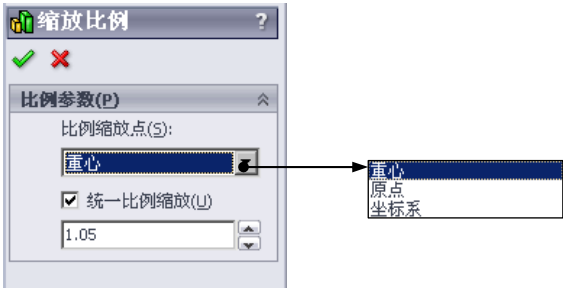

图 10.2.5 “缩放比例”对话框
Step1. 在“模具工具”工具栏中单击按钮，系统弹出“缩放比例”对话框，如图 10.2.5 所示。
Step2. 定义比例参数。在 **比例参数(P)** 区域的 **比例缩放点(S):** 下拉列表中选择 **重心** 选项；选中 ☒ **统一比例缩放(U)** 复选框，在其文本框中输入数值 1.05，如图 10.2.5 所示。